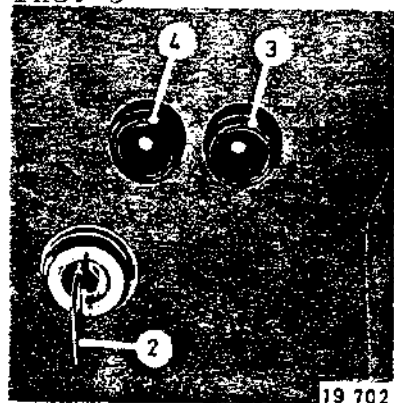

Рис. 7
3. Ключ системы пуска 2 (см. рис. 7) вставить в замок, повернуть вправо до положения 1-ой риски, при котором должна загореться контрольная лампочка зарядки 3 и лампочка 4 показателя давления масла. При дальнейшем вращении ключа вправо включается электростартер. После пуска двигателя ключ следует отпустить.